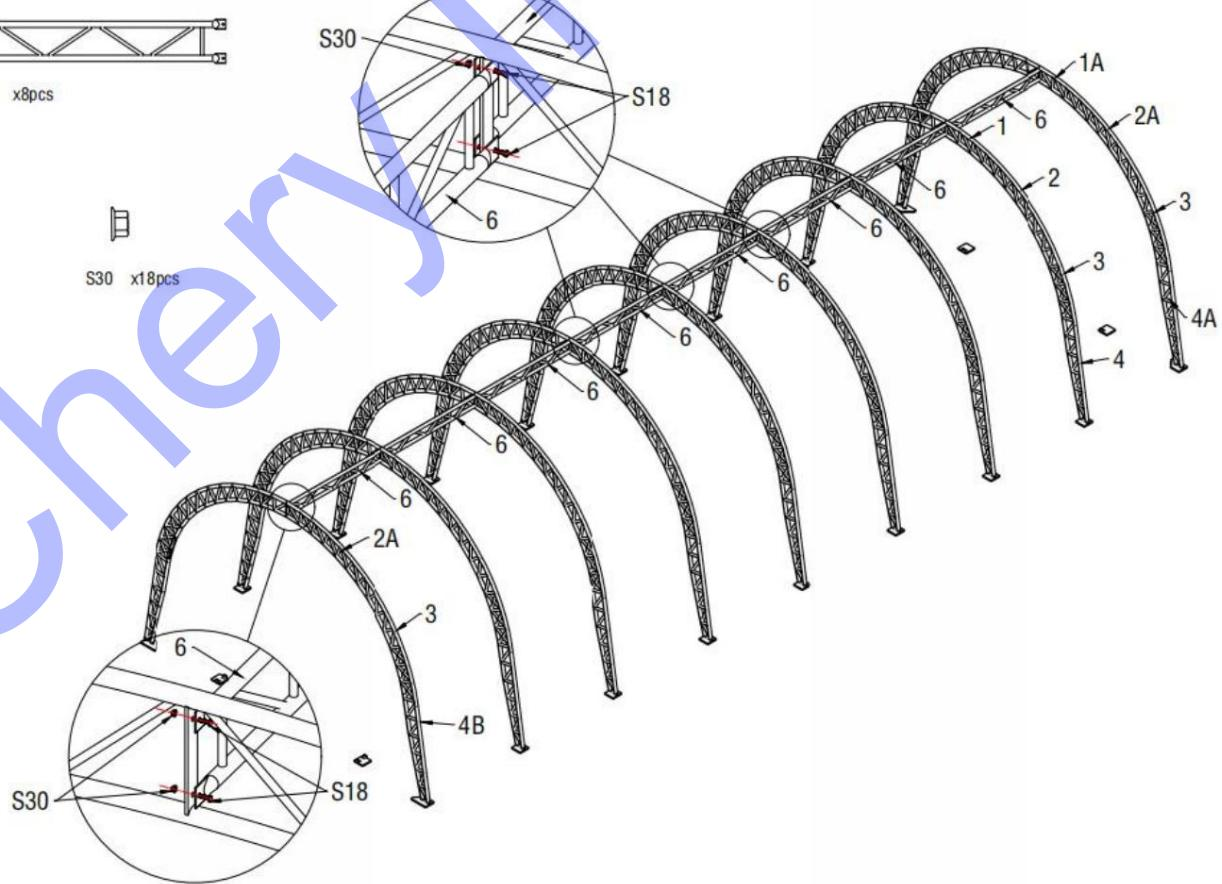

Figure 7
4. La figure 7 ci-dessus montre que lorsque vous avez terminé d'installer toutes les arches dans les plaques de base, utilisez Double Les pannes en treillis (n° 6) doivent être assemblées à l'aide de vis M10x30 (n° S18). Ensuite, utilisez les pannes (n° 7) pour Reliez les arches à l'aide de vis M10 x 30 (n° S18). Fixez ensuite toutes les autres pannes. L'ouvrage est terminé. cadre comme ci-dessous (Figure 8)